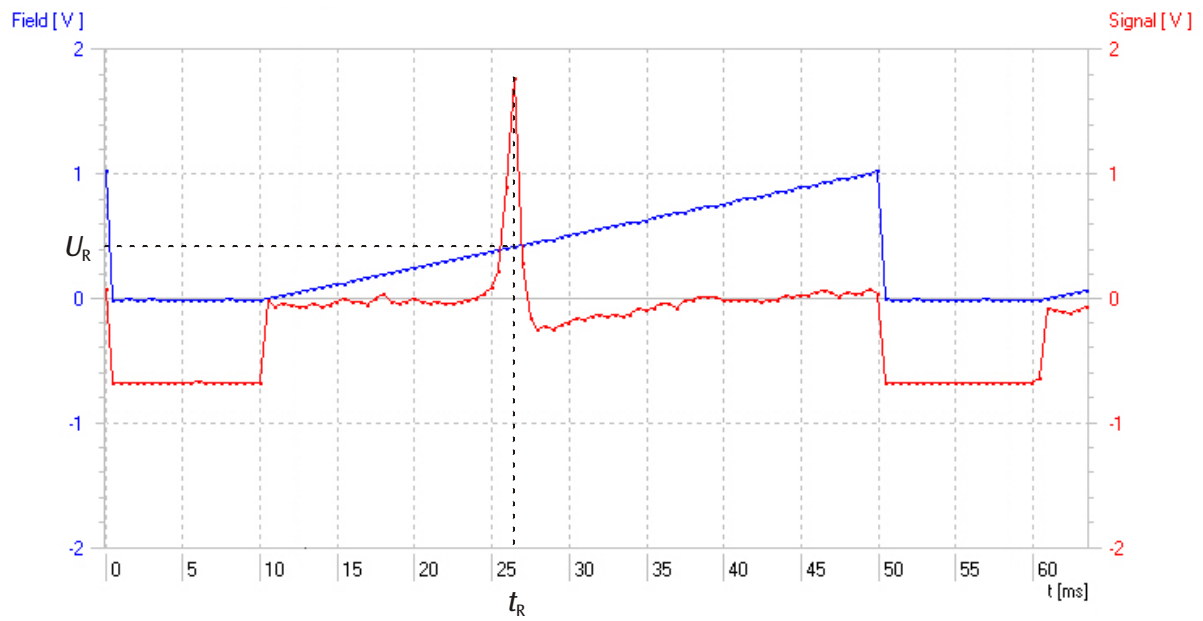

Fig. 6 Andamento del segnale con 40 MHz (rosso: segnale di assorbimento in funzione del tempo, blu: tensione della bobina in funzione del tempo)
- Annotare la tensione bobina di risonanza  $U_R$  e la relativa frequenza di risonanza  $\nu_R$  (vedere fig. 6).